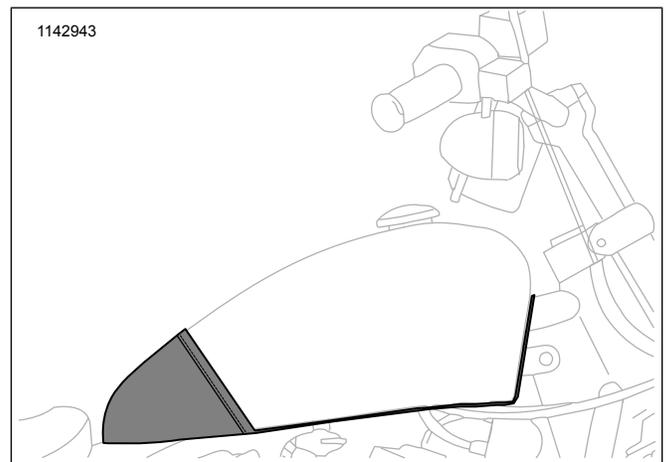

Figura 1. Sujetador del tanque instalado (típico)
1. Ver Figura 1. Desde la parte delantera del tanque, coloque la correa elástica sobre el borde frontal del tanque de combustible contra la estructura del eje central, y asegúrese de que la correa elástica no pellizque el tubo de ventilación del tanque de combustible que se sitúa debajo del tanque del lado izquierdo. Cuando se coloca correctamente, la correa quedará adelante del tanque y a lo largo de la parte inferior hacia la parte posterior del tanque. Si es necesario, ajústelo. Tire del sujetador hacia la parte trasera del tanque y ajústelo cómodamente alrededor de la parte trasera del tanque.